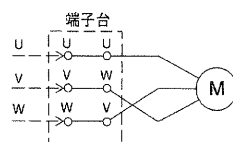

図3.3.3
- ・バルブの種類や姿勢等の条件によっては、モータ側のリード線を入れ替えることもあります。(図3.3.3)この場合も三相電源のU、V、Wは外線接続側符号の通りに接続してください。これにより所定の回転方向となります。